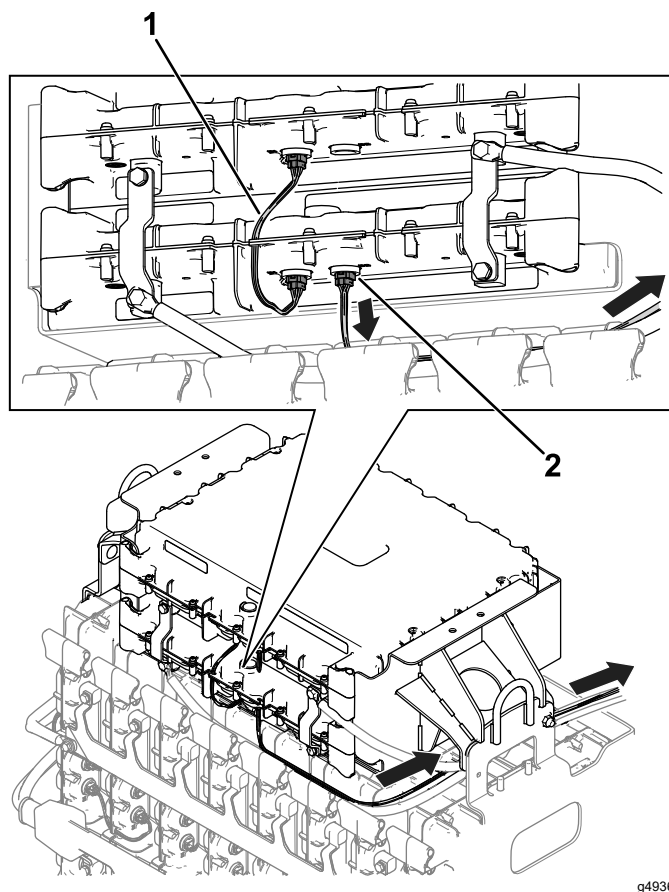

Figura 7
1. Conecte los arneses de cables a las baterías, tal y como se muestra en la Figura 7.
2. Enrute el conector restante del arnés de cables de la interfaz de datos (45½") hacia la bandeja trasera de las baterías (Figura 7).